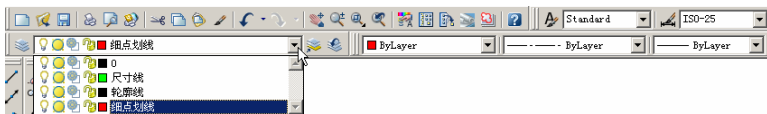

图 2-12
- ⑯ 将“轮廓线”图层设置为当前图层。单击【图层管理器】列表框右侧的 按钮,将其下拉列表打开,如图 2-12 所示,从中选择【轮廓线】选项即可。